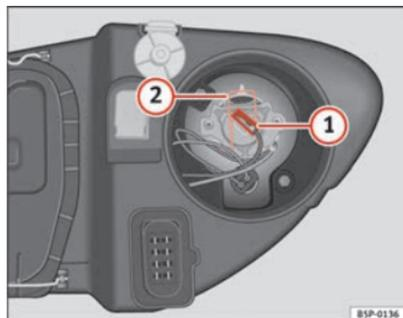

Fig. 188 Feux de route
- Retirez le connecteur ⇒ fig. 188 ① de l'ampoule.
- Appuyez sur le ressort ⇒ fig. 188 ② vers l'intérieur et vers la droite.